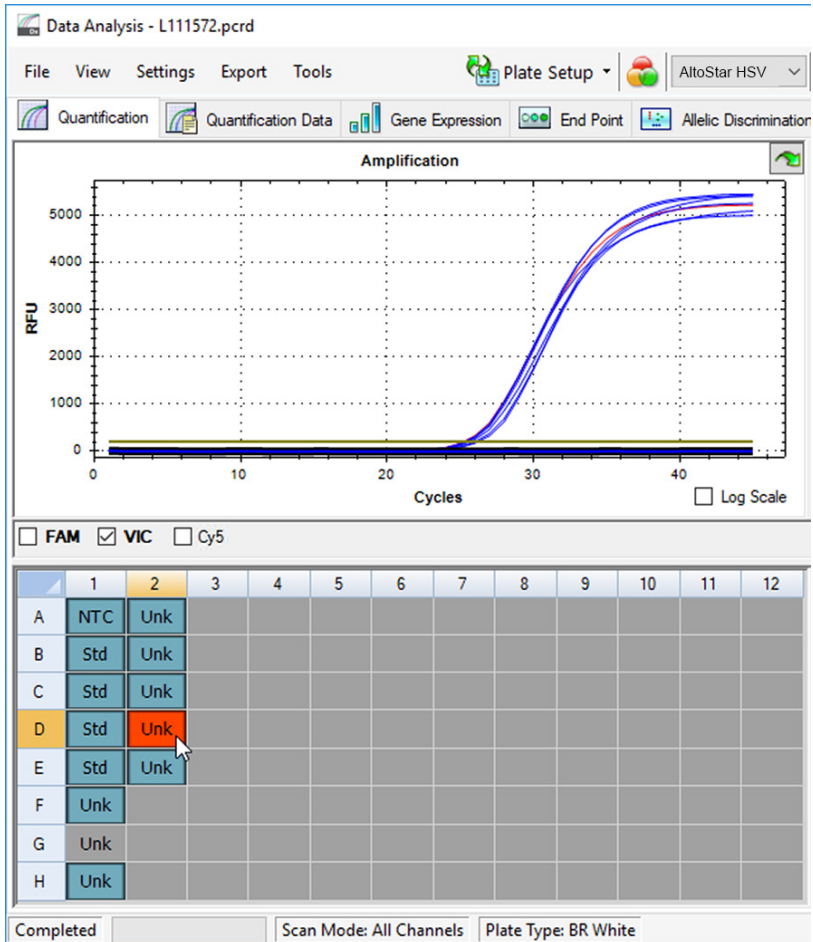
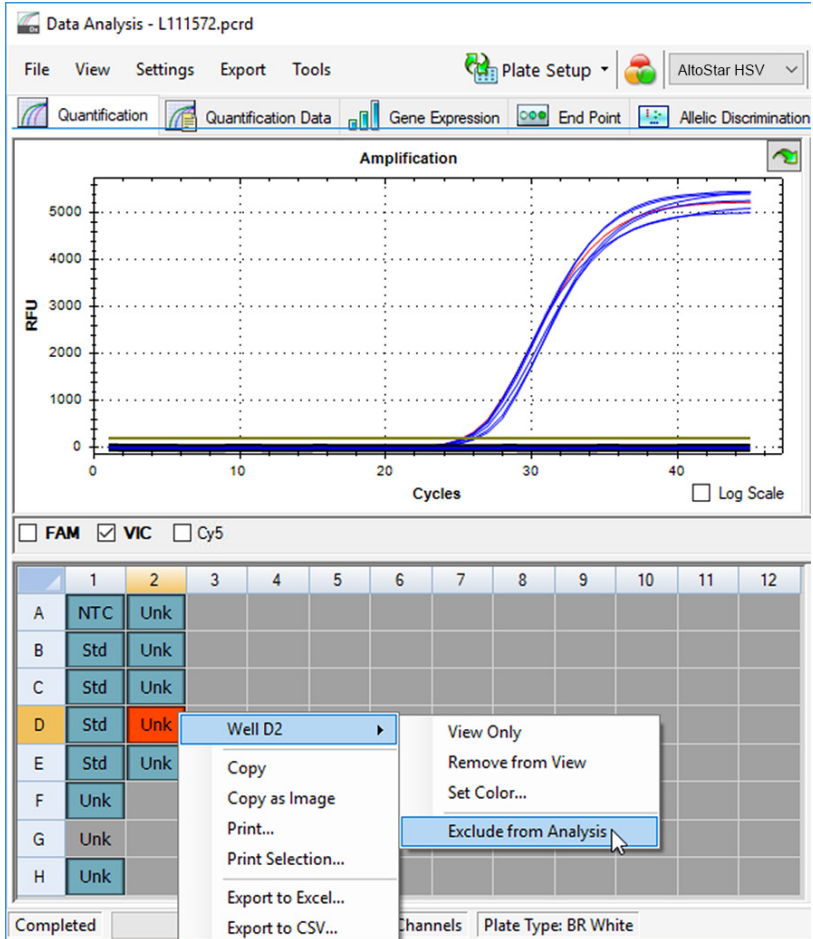

Figura 41: Ventana Data Analysis (análisis de datos): pocillo no válido
Figura 42: Ventana Data Analysis (análisis de datos): exclusión de un pocillo no válido del análisis
3. Haga clic en cada pocillo que contenga datos no válidos conforme a los capítulos que van desde el 10.21.4.1 Validez de una serie PCR de diagnóstico (cualitativa) hasta el 10.21.4.3 Validez de los resultados para una muestra con el botón derecho del ratón y seleccione **Well... → Exclude from Analysis** (pocillo... → excluir del análisis) (consulte la Figura 41 y la Figura 42).